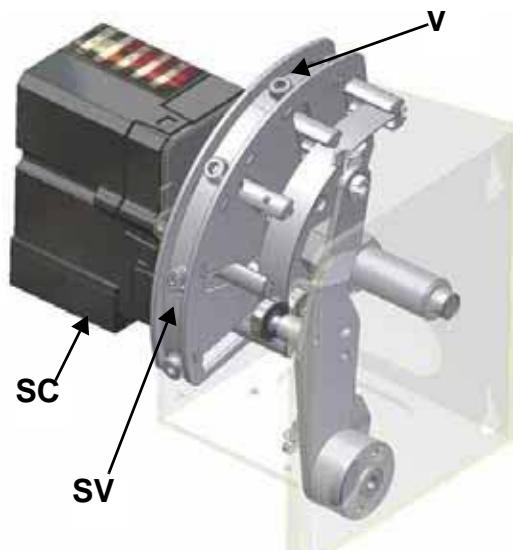

Рис. 46
При испытаниях на заводе-изготовителе, положение дроссельного клапана, воздушной заслонки в режиме малого пламени и настройки сервопривода устанавливаются на средние значения. Регулирование воздуха горения осуществляется с помощью сервопривода **SC** (См. Рис. 46). Сервопривод должен быть всегда повернут на 90° (см. следующий параграф), при любой настройке большого и малого пламени.
3 на большом пламени и с сервоприводом в положении 90° найти винт **V** варьируемого сектора **SV** (Рис. 46), соответствующий подшипникам, которые скользят по пластинке и соответствуют положению сервопривода
**Примечание:** Если необходимо изменить мощность горелки в режиме малого пламени, необходимо воздействовать напрямую на соответствующий кулачок сервопривода (см. следующий параграф). После этой операции проверить расход газа и анализы уходящих газов через штуцеры по отбору давления, описанные на стр.... При недостатке или избытке воздуха воздействовать на винты **V** варьируемого сектора (Рис. 46) в соответствии с точкой регулирования воздуха в режиме малого пламени ( откручивая - расход увеличивается, закручивая - расход уменьшается).